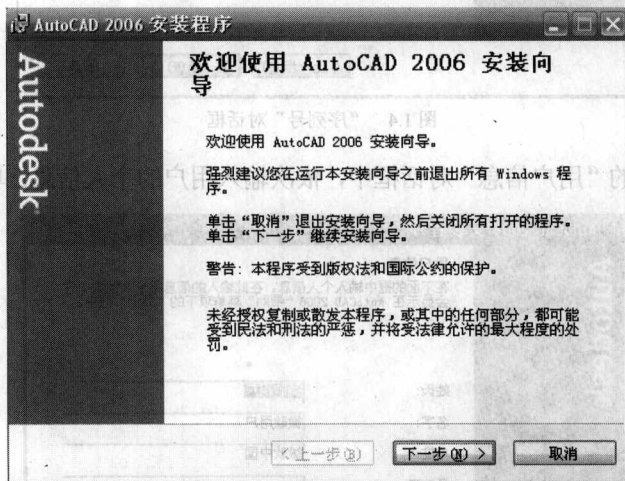

图 1.2 “欢迎使用 AutoCAD 2006 安装向导”对话框
② 在弹出的“Autodesk 安装程序”对话框中单击“确定”按钮，弹出如图 1.2 所示的“欢迎使用 AutoCAD 2006 安装向导”对话框，单击“下一步”按钮。